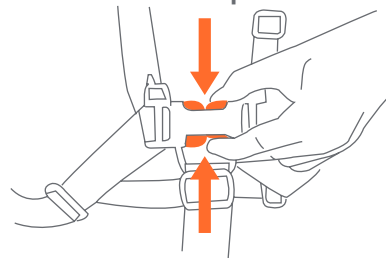

Fig. 19
- 19)** • Para soltarlas, presione el Botón Rojo en el Broche Central y se desprenderán las dos Hebillas del Arnés. Vea la (Fig. 19). Este proceso requiere una cantidad moderada de esfuerzo a fin de evitar que su hijo se suelte accidentalmente.